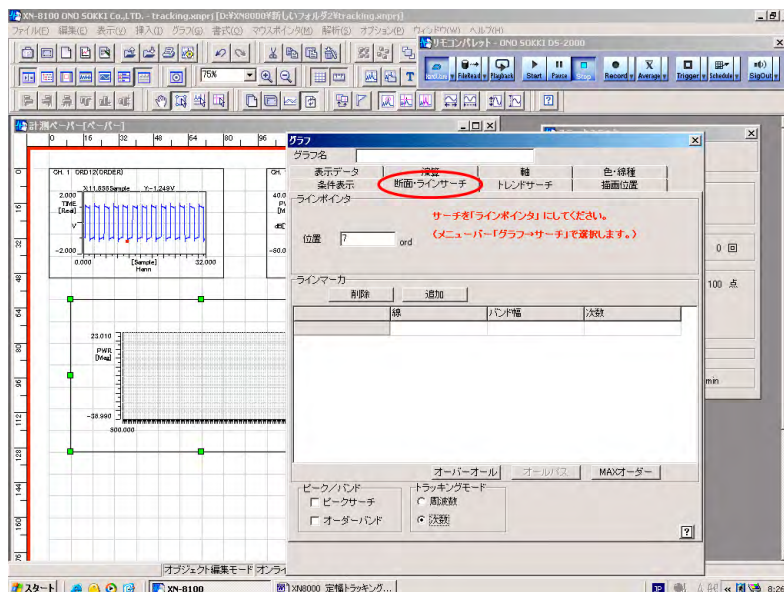

図 16
- ⑥ トрендグラフをクリックしてアクティブにし、続けてダブルクリックして [グラフ] プロパティを開きます。
⑦ [断面・ラインサーチ] ページをクリックします (図 16)。